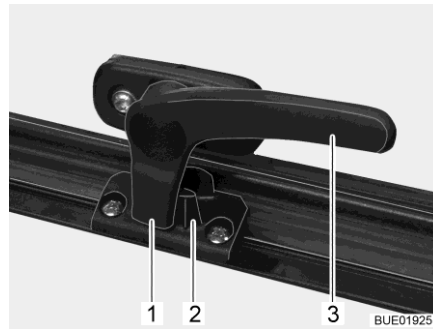

Bild 16 Verriegelungshebel in Stellung "geschlossen"
- Den Verriegelungshebel (Bild 16,3) eine viertel Umdrehung zur Fenstermitte hin drehen.
- Den Verriegelungshebel (Bild 16,3) eine viertel Umdrehung zum Fensterrahmen hin drehen. Die Verriegelungsnase (Bild 16,1) liegt auf der Innenseite der Fensterverriegelung (Bild 16,2).
- in Stellung "fest verschlossen" (Bild 16).